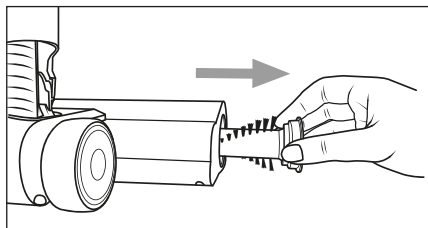

Fig. 23
- 3) Sfilare il rullo a spazzola 19 dalla spazzola per pavimenti 20 (vedere fig. 23).